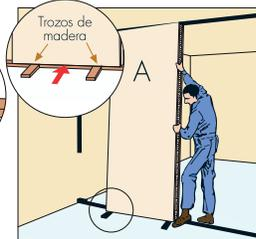

Fig. 2
- Colocar dos trozos de madera perpendicularmente sobre la solera inferior, como separador y debajo del panel a instalar. (fig.2)
- Encajar el primer panel (A) en la solera superior apoyado sobre los trozos de madera con movimiento ascendente.